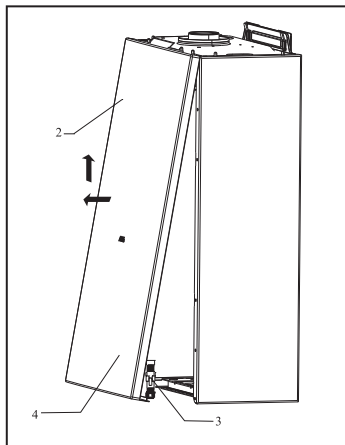

Рис. 4
- Снимите клеммное соединительного кабеля блока управления (3 на рис. 4).
- Потяните облицовку на себя и вверх вместе с блоком управления (4 на рис. 4).